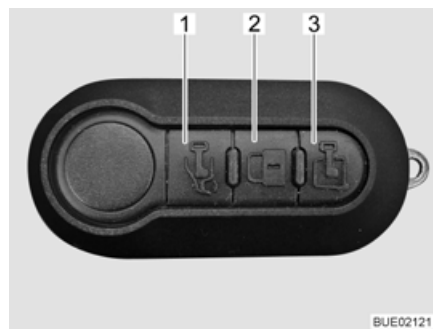

Bild 33 Multifunktionale Fernbedienung (3 Tasten)
- Taste  (Bild 33,1) einmal kurz drücken. Die Fahrertür ist entriegelt.
- Taste  (Bild 33,3) einmal kurz drücken. Die Eingangstür ist entriegelt.
- Taste  (Bild 33,2) einmal kurz drücken. Alle Türen sind verriegelt.